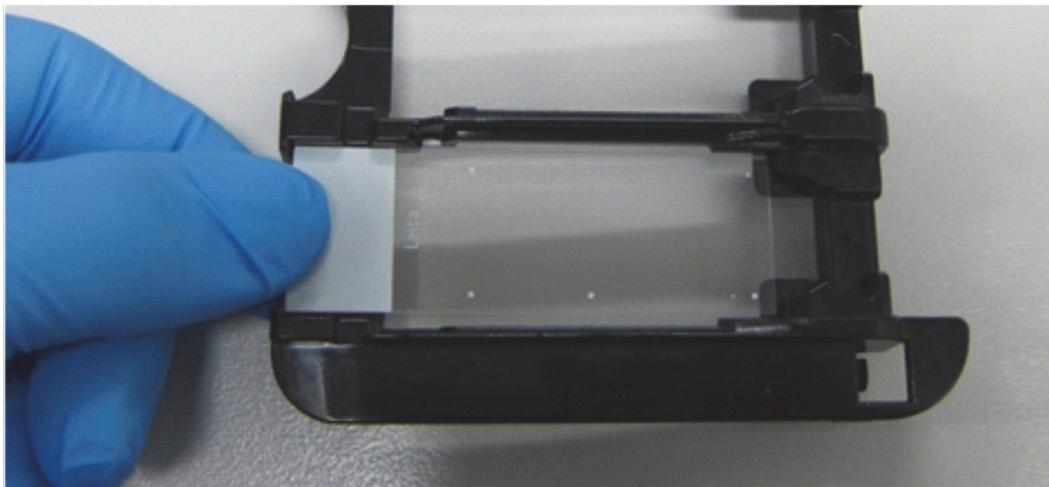

Figura 43: Posizionamento di un vetrino in un vassoio vetrini
2. Orientare il vetrino in corrispondenza di una posizione vuota sul vassoio vetrini, con l'estremità su cui è applicata l'etichetta sopra la dentellatura sul lato del vassoio (vedere Figura 43). Sistemare il vetrino in modo che stia fermo nella rientranza del vassoio.